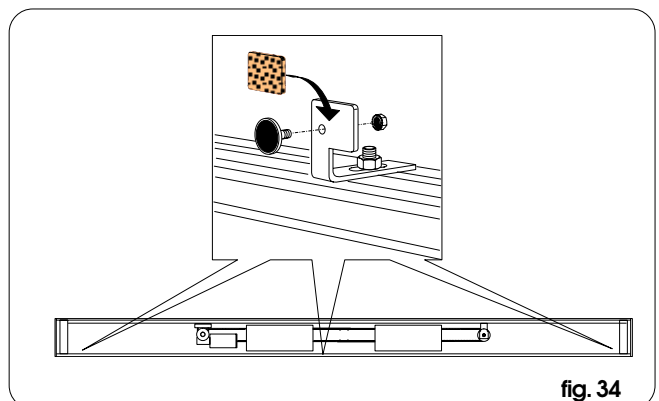
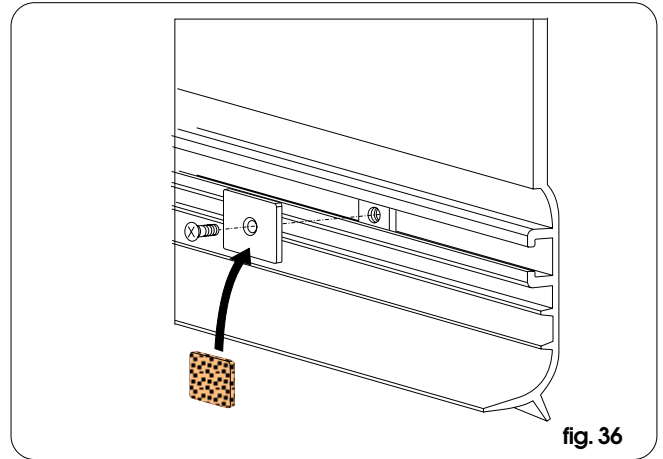

fig. 34
fig. 36
- de drie hoekstukken op de uiteinden en in het midden van fig. 34 (elk 1 schroef M6)
- Monteer drie plaatjes aan de binnenkant van de kap zoals op fig. 36 ter hoogte van de drie hoekbeugels op de dwarsbalk.
- klittenband, aangebracht op de drie hoekbeugels (fig. 34) en ter hoogte van de plaatjes die aan de binnenkant van de kap gemonteerd zijn (fig. 36);
- magneten die op de drie hoekbeugels (fig. 34) en ter hoogte van de metalen plaatjes aan de binnenkant van de kap (fig. 36) worden aangebracht;